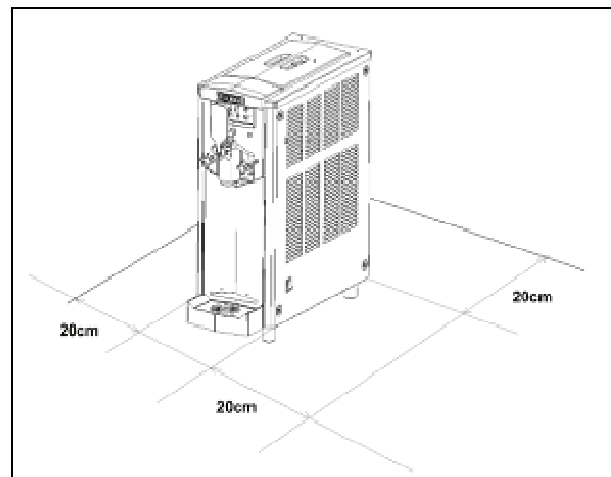

Abb. 24
b) Das Gerät auf eine ebene Fläche stellen und dabei auf eine gute Belüftung des Gerätekörpers achten, wobei auf allen Seiten mindestens 20 cm Freiraum für eine gute Belüftung gelassen werden (Abb.24) Das Gerät an einem trockenen Ort fern von Hitzequellen aufstellen.